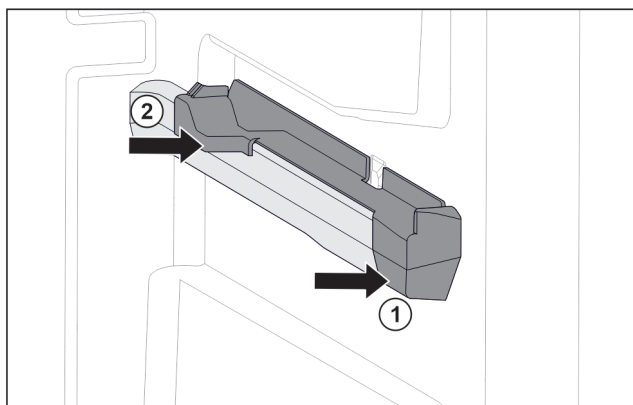

Fig. 94 Násuvný diel na pravom rebre nádoby
- Nasadte násuvný diel vpredu na rebro nádoby. Fig. 94 (1)
- Pritlačte násuvný diel vzadu. Fig. 94 (2)